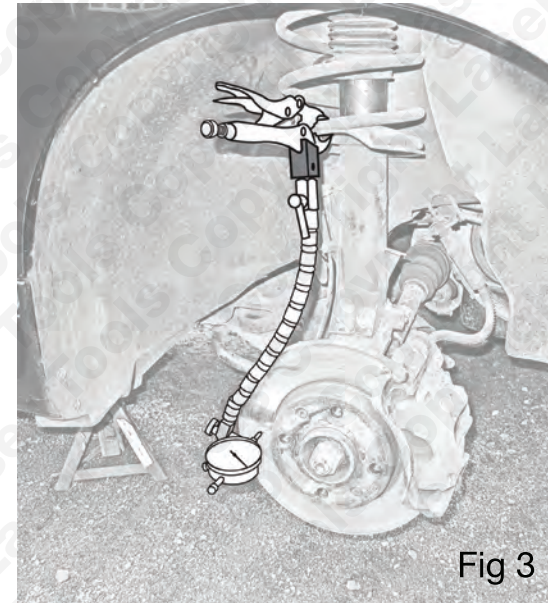

Fig 3
- Klem en vergrendel het samenstel met de griptang aan een geschikt ophangpunt of naafbevestigingspunt dat dichtbij genoeg is zodat het statief (A) onder een hoek kan worden geplaatst, waardoor het meetpunt (J) van het meetklokje de remschijf kan aanraken onder een hoek van 90° t.o.v. het oppervlak van de schijf. Plaats het meetklokje zodanig dat het meetpunt (J) 2 tot 4 mm is ingedrukt. Afb. 3